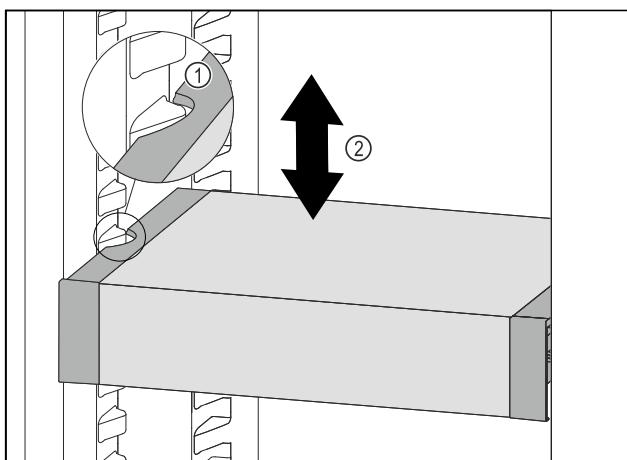

Fig. 58
- Predal VarioSafe povlecite v smeri naprej, dokler nista stranska izreza predala VarioSafe na višini nastavka za posodo v hladilniku. Fig. 58 (1)
- Predal VarioSafe premikajte v hladilniku gor ali dol, dokler ne dosežete želeno višino. Fig. 58 (2)